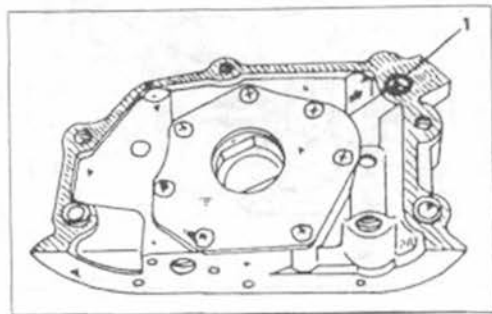

Рис. 115.
- Пользуясь рис. 115, смазать жиром новое "О"-образное уплотнительное кольцо и вставить в отверстие в углу насоса.
- Подобно тому, как это показано на рис. 115, смазать "О"-образное уплотнительное кольцо жиром и вставить в отверстие в углу насоса.